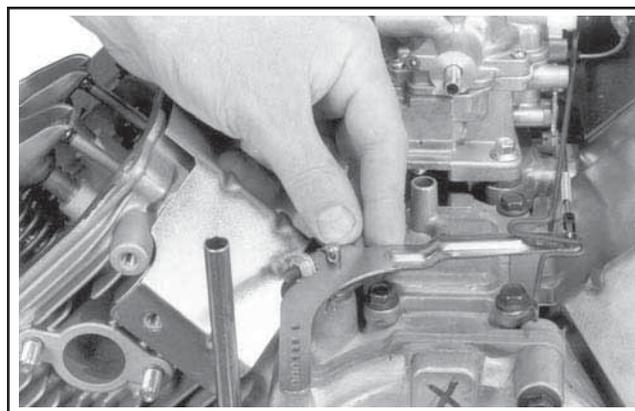

Figure 11-80. Monter le levier du régulateur sur le petit arbre.
1. Monter le levier du régulateur sur le petit arbre transversal du régulateur. Voir la Figure 11-80.